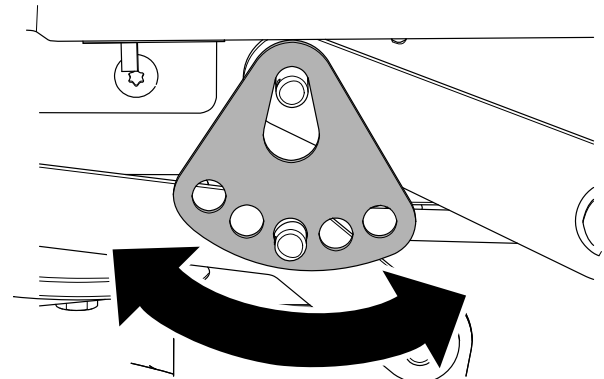

**図 70**
- 下側昇降アームピンについているヘアピンコッターとワッシャを外す **図 70**。